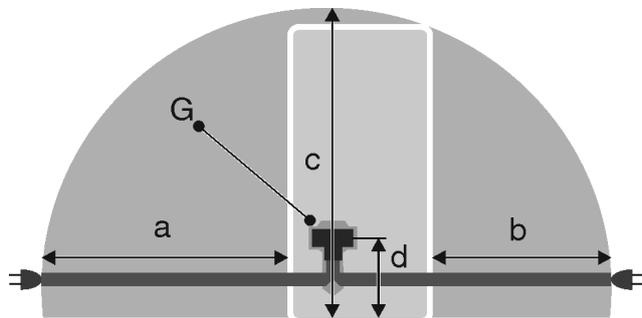

Fig. 25
- La presa non deve trovarsi nella zona posteriore dell'apparecchio, ma entro la zona indicata Fig. 25 (a, b, c).
- ▶ Inserire la spina Fig. 25 (G) sul retro dell'apparecchio. Assicurarsi che si innestino correttamente.